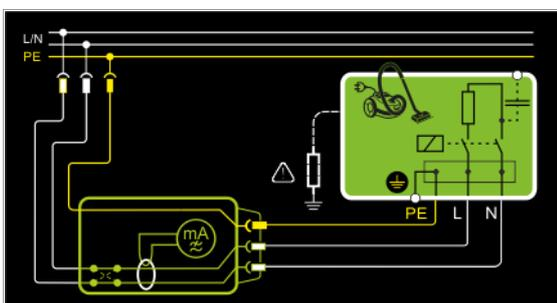

Bild 2/3: Der Prüfling wird mit Netzspannung betrieben. Der Differenzstrom wird zwischen den Netzleitern L und N gemessen (Prinzip Stromzange).
- ⇨ Schließen Sie den Prüfling über seinen Netzstecker (Schutzklasse I) an die Prüfdose des Prüfgeräts an, siehe Bild 2/4 und 3/4.